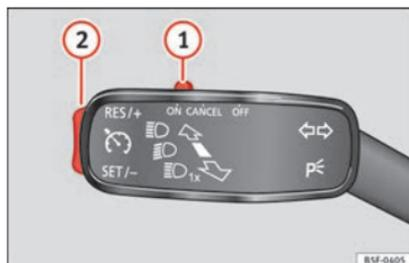

Fig. 41 Vedere ubicazione a pag. 7-8
- Collegamento del GRA: spostare l'interruttore » fig. 41 ① verso **ON**. Il sistema è acceso. Il sistema non effettua la regolazione poiché non è stata programmata alcuna velocità.
- Attivazione del GRA: premere il tasto » fig. 41 ② nella zona **SET/-**. La velocità attuale viene memorizzata e regolata.
- Disattivazione temporanea del GRA: spostare l'interruttore » fig. 41 ① verso **CANCEL** o schiacciare il freno. La regolazione si scollega temporaneamente.
- Collegare nuovamente il GRA: premere il tasto » fig. 41 ② in **RES/+**. La velocità memorizzata verrà salvata e regolata nuovamente.
- Aumentare la velocità programmata durante la regolazione del GRA: premere il tasto ② in **RES/+**. Il veicolo accelera fino a raggiungere la nuova velocità memorizzata.
- Ridurre la velocità programmata durante la regolazione del GRA: premere il tasto ② in **SET/-** per diminuire la velocità di 1 km/h (1 mph). La velocità si riduce fino a raggiungere la nuova velocità memorizzata.
- Disattivazione del GRA: spostare l'interruttore » fig. 41 ① a **OFF**. Il sistema si disattiva e la velocità memorizzata si cancella.